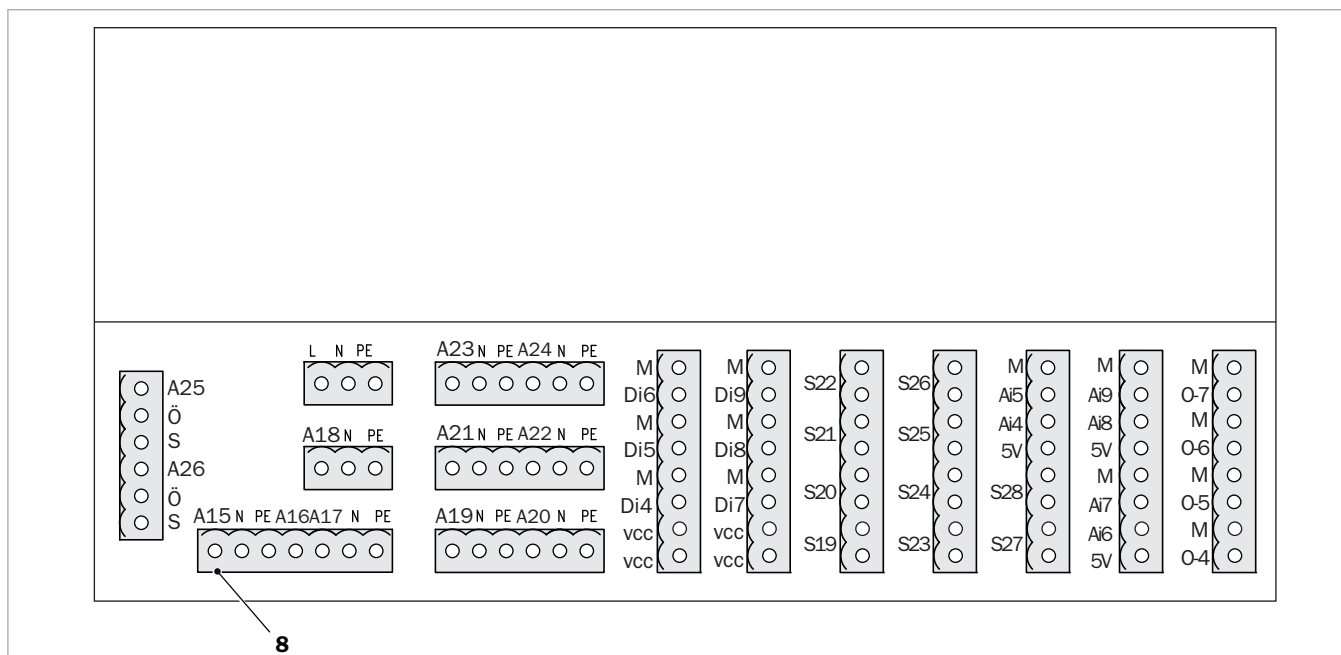

Fig. 33 : platine supplémentaire
3. Débranchez la fiche des pompes de (2 - 7) de l'élément réseau et celle de (8) de la platine supplémentaire (→ fig. 33), puis branchez-les sur (2 - 8) du faisceau de câbles d'urgence.